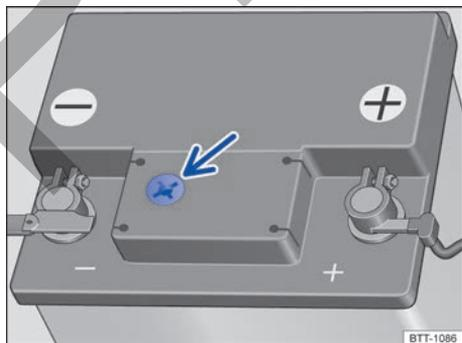

Fig. 224 Mirilla en la parte superior de la batería de 12 voltios (representación esquemática).
- Procure disponer de buena iluminación para poder distinguir bien el indicador de color en la mirilla redonda de la parte superior de la batería de 12 voltios → fig. 224 (flecha). No utilice nunca una llama desprotegida u objetos incandescentes para alumbrarse.